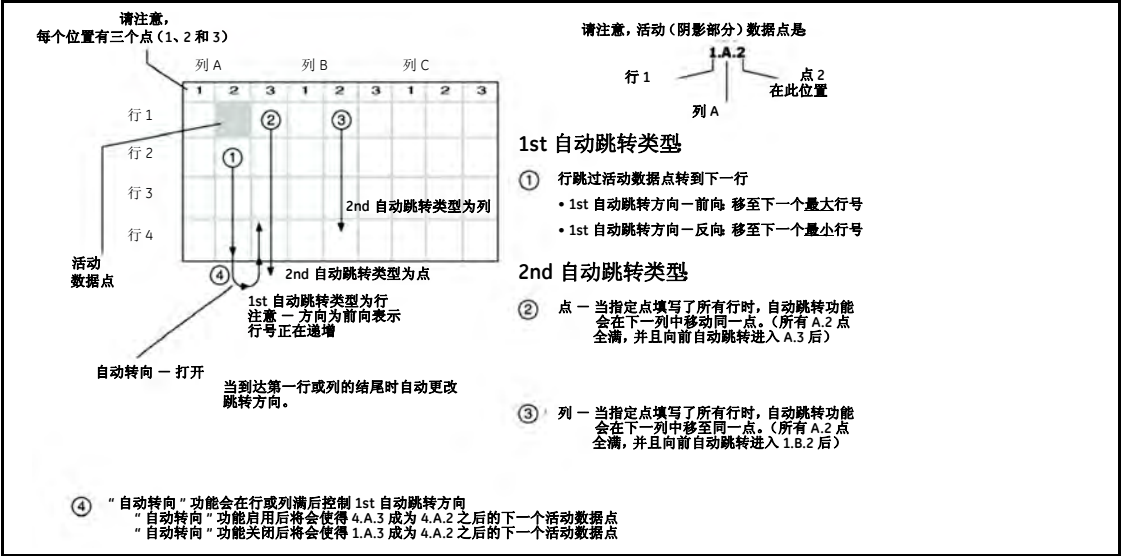

图 30: 网格中的数据条目
5. 滚动到自动转向 (如下面的图 30 所示)。选择打开或关闭。